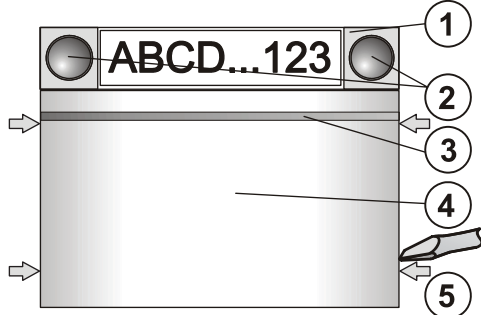

Bild: 1 – Bedienungsegment; 2 – Segmenttasten; 3 – unterleuchtete Aktivierungstaste; 4 – RFID- Modul; 5 – Klinken für die Öffnung des Moduls;
- Die vier Klinken an den Seiten (siehe Bild 1) nacheinander drücken, um das Modul aus dem hinteren Kunststoffteil zu lösen.
- Das Buskabel an die Klemmleiste anschließen (9).
- Die Anschlussleitung der Segmente in den inneren Stecker des Moduls (7) stecken.